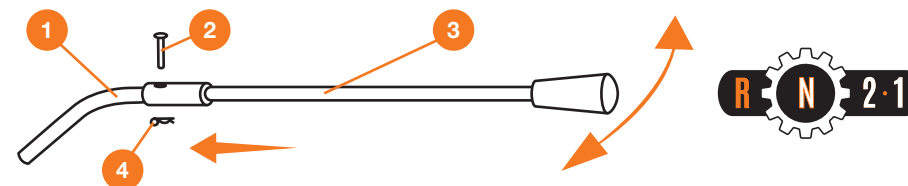

Рис.11
Присоедините рычаг переключения передач ❸ к кулисе ❶, закрепите его штифтом ❷ и застопорите шплинтом ❹ (Рис. 11). Для выбора направления и скорости вращения фрез перемещайте рычаг переключения передач влево или право.